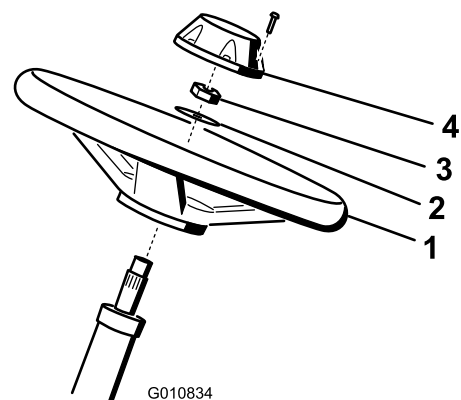

Figura 3
1. Collocate il volante sul piantone (Figura 3).
2. Collocate la rondella sul piantone (Figura 3).
3. Fissate il volante sul piantone per mezzo di un controdado serrato a 27-35 N m (Figura 3).
- Montate il coprimozzo sul volante e fissatelo con l'aiuto di una vite (Figura 3).